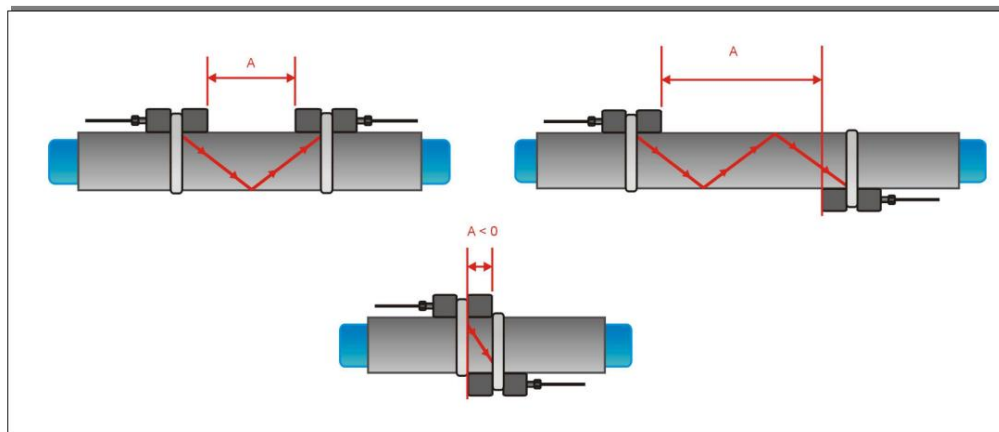

Рисунок 5: Варианты установки накладных датчиков и расстояния между ними
Наиболее частый способ установки датчиков - Зеркальный режим, также известный как V-режим (см. Рисунок 5, схема (1)). В этом режиме ультразвуковой сигнал дважды проходит через среду (2 прохода). Зеркальный режим - наиболее удобный метод установки, так как расстояние между преобразователями можно легко измерить, а датчики легко совместить. По возможности этот метод необходимо применять всегда.
Альтернативный способ установки (см. Рисунок 5, схема (3)) - это Диагональный режим (Z-режим). В этом режиме сигналы проходят через среду однократно. Этот метод часто используется для больших труб, где может быть сильное затухание сигнала.
проходов требует установки датчиков на одной стороне трубы, в то время как при нечетном количестве проходов датчики надо устанавливать на противоположных сторонах трубы. Обычно для небольших труб применяются такие способы установки датчиков как четырехпроходной (W-режим) или трехпроходной (N-режим) (см. Рисунок 5, схема (2)).
Отрицательное расстояние разнесения  $A < 0$  может получиться при установке на небольших трубах с выбором диагонального режима (см. Рисунок 5, схема (3)). Отрицательное расстояние разнесения может получиться и для зеркального режима установки, но для данного режима это невозможно. В таких случаях используйте диагональный режим или большее число проходов.